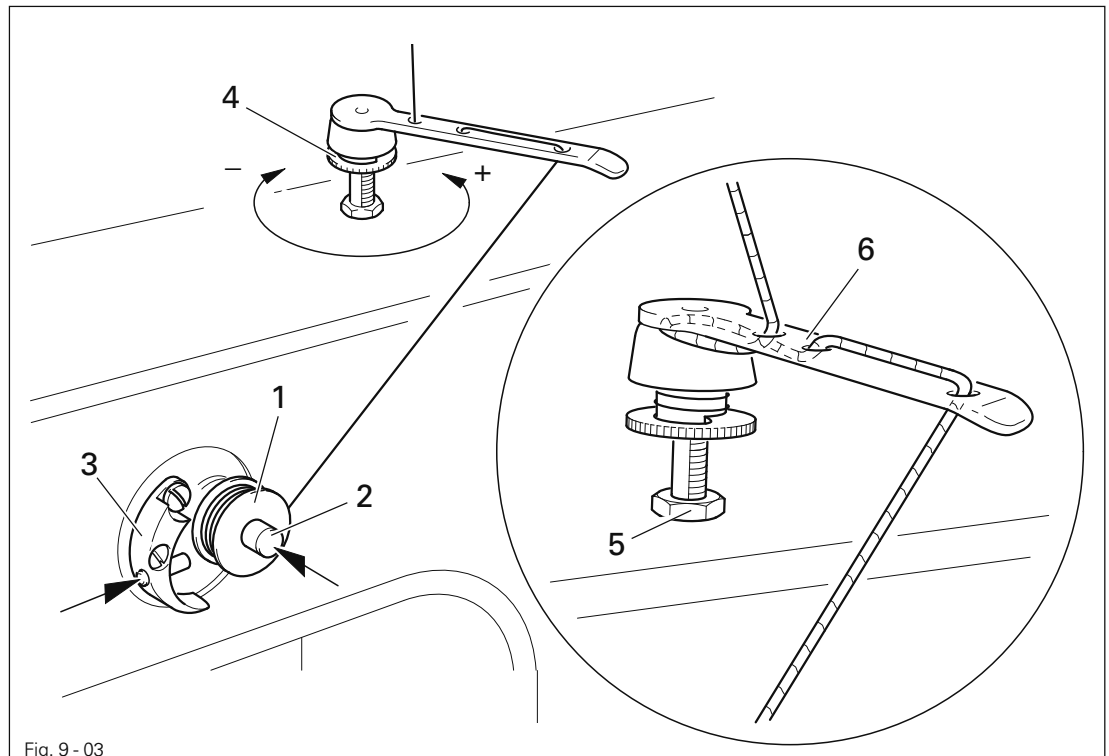

Fig. 9 - 03
- Den Faden gemäß Fig. 9 - 03 einfädeln und im Uhrzeigersinn einige Male auf Spule 1 wickeln.
1574 wird in Fig. 9 – 04 dargestellt.